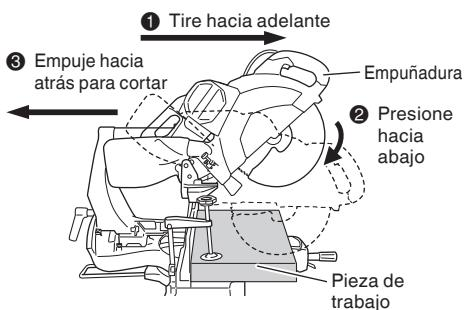

Fig. 27
- (1) Piezas de trabajo de hasta 4-3/16" (107 mm) de altura y 12-1/4" (312 mm) de anchura:
Afloje la perilla (A) de inmovilización de deslizamiento, sujeté la empuñadura, y deslice la hoja de sierra hacia adelante. Después presione hacia abajo la empuñadura y deslice la hoja de sierra hacia atrás para cortar la pieza de trabajo como se indica en la Fig. 27. Esto facilitará el corte de piezas de trabajo de hasta 4-3/16" (107 mm) de altura y 12-1/4" (312 mm) de anchura.
- (2) Piezas de trabajo de hasta 4-11/16"
- * Para el corte deslizable, siga los procedimientos indicados en la Fig. 27 anterior.